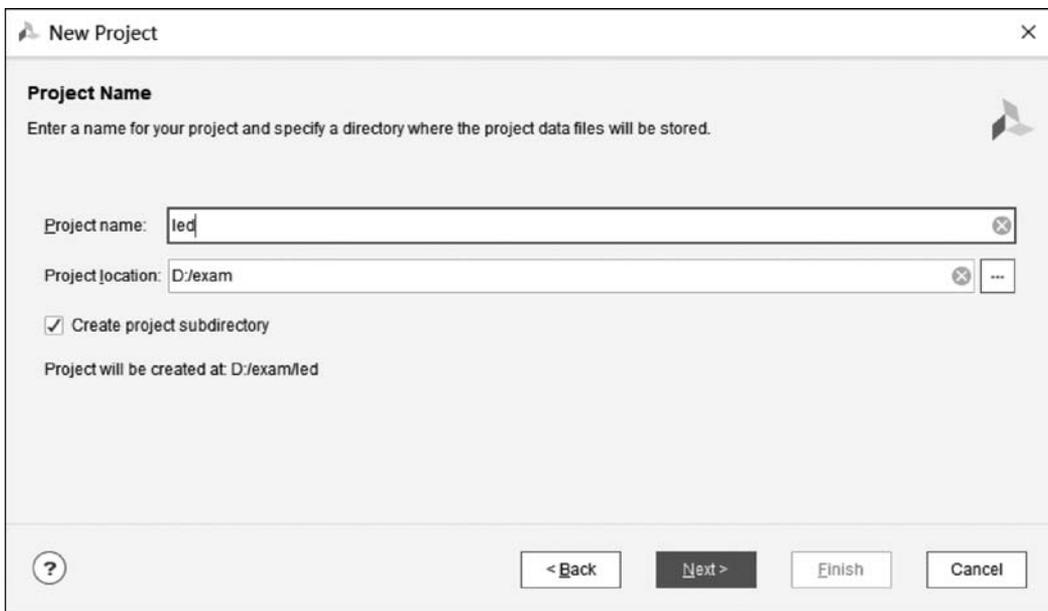

图 3.4 工程名称、路径设定界面
(3) 在图 3.4 所示的界面中命名工程名和存储路径, 此处项目命名为 led, 其存放位置为 D:/exam, 勾选 Create project subdirectory 复选框, 可为此工程在指定路径下建立独立的文件夹, 最终整个项目存在 D:/exam/led 文件夹中。设置完成后, 单击 Next 按钮。